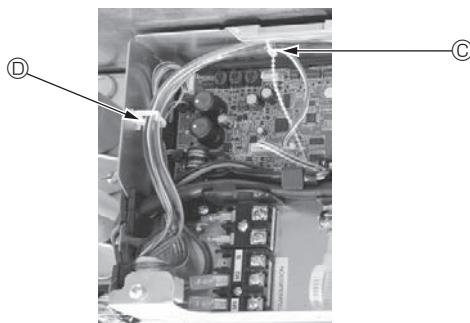
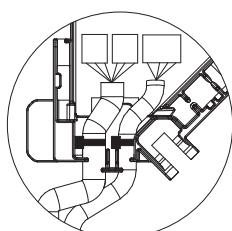

Fig. 6-15
Fig. 6-16
- Placez les excès de fils de jonction du capteur i-See et du récepteur de signal dans le boîtier des composants électriques dans le crochet pour fils, comme indiqué sur le schéma, et grouvez les fils à l'aide de la fixation. (Fig. 6-15) Veillez à ce que le ruban qui maintient les fils de jonction du capteur i-See et du récepteur de signal soit bien positionné à l'intérieur de la boîte de raccordement. (Fig. 6-16)